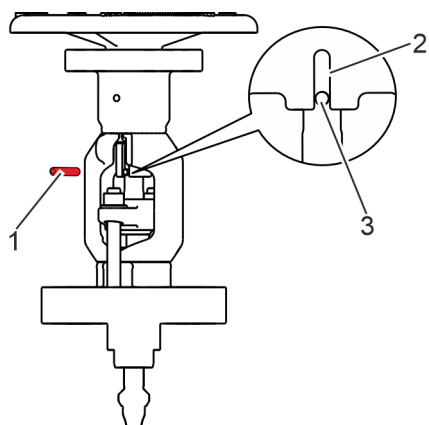

Abb. 31: Verdrehsicherung ausrichten
- 25.** Sicherstellen, dass Verdrehsicherung (Abb. 31/1) in der Bohrung (Abb. 31/3) der Spindel montiert werden und in der Aussparung (Abb. 31/2) am Bügelauflsatz verfahren kann.
- 26.** Verdrehsicherung (Abb. 31/1) in der Spindel montieren.